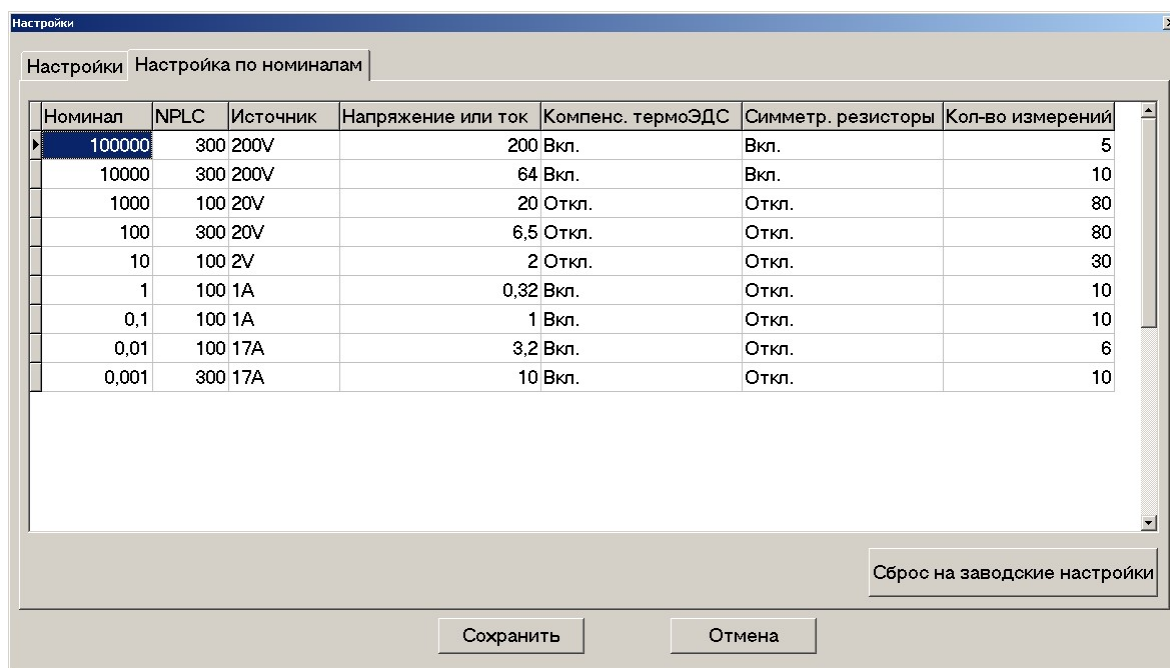

Рисунок 11. Окно «Настройки»
7.1.20 На вкладке «Настройки по номиналам» (рис. 11) отображаются таблица, состоящая из следующих столбцов: